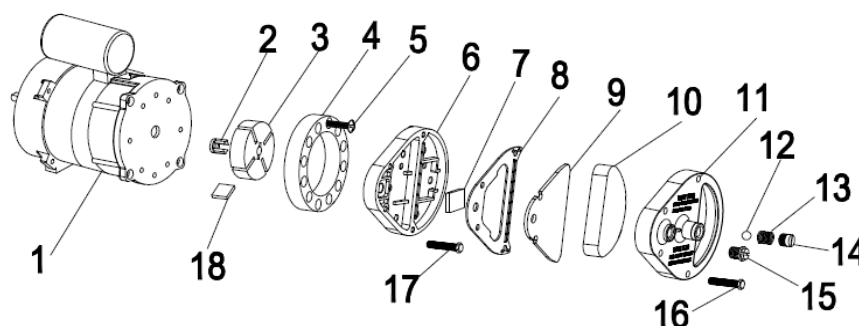

Fig.3
Curățați filtrele de aer. Scoateți capătul capacului filtrului (11), spălați filtrul de admisie (10) folosind un detergent diluat și uscați-l bine înainte de a-l reinstala. Înlocuiți filtrul de alimentare cu aer (9) o dată pe an. (Fig.3)